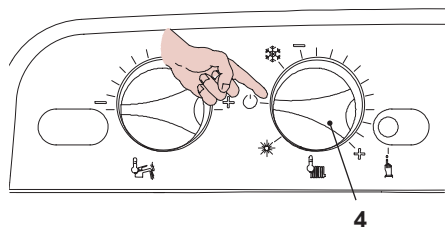

Fig. 8.13
- Per uscire dalla programmazione posizionare il selettore di funzione 4 in "0" (Fig. 8.13), oppure togliere alimentazione elettrica alla caldaia.